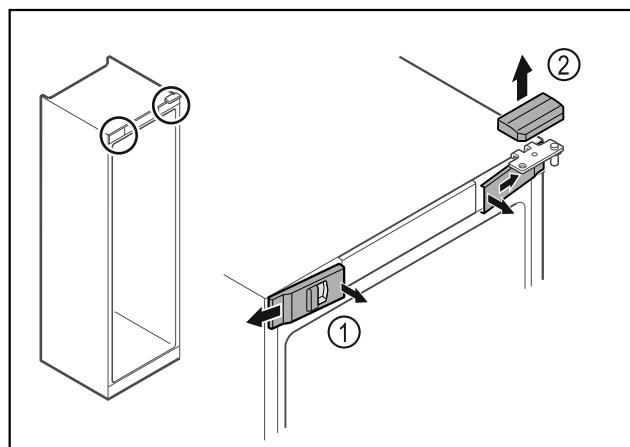

Fig. 14
- Откопчайте предните капаци Fig. 14 (1) отвътре и свалете настрани.
- Свалете горния капак Fig. 14 (2) нагоре.